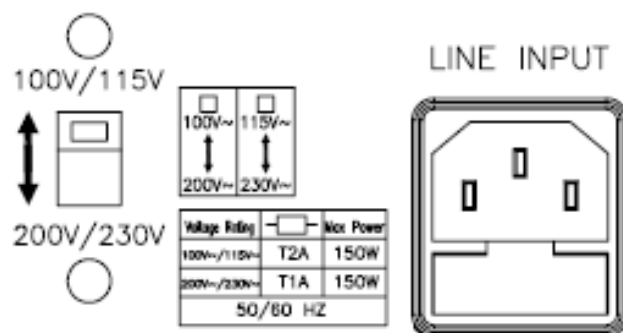

図2-1 スイッチの設定
- 2.2.2 図2-1のリアパネルの図を参照し、正しい電圧へ切り替えてください。次の説明に従ってください。：